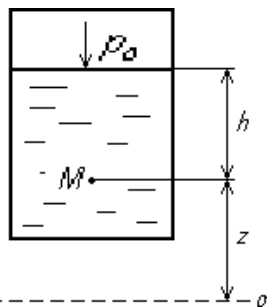

Рисунок 1
7. Какая зависимость служит для определения абсолютного гидростатического давления p_A в точке М (рисунок 1)?